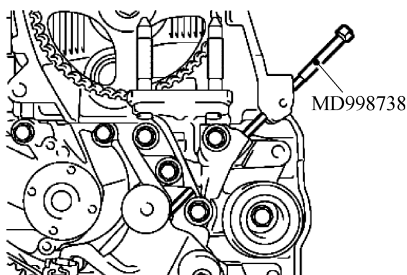

图 4-70 用专用工具装自动张紧器
5) 如图 4-70 所示,放好专用工具定位螺钉 MD998738,旋转到钢丝装入自动张紧器,并且可以轻松移动的位置。